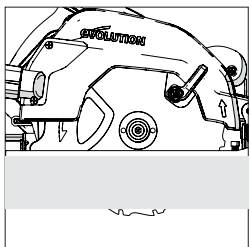

Abb. 12
- In den meisten Fällen sollte die Schnitttiefe als Dicke des zu schneidenden Materials plus die halbe Tiefe eines Sägezahns (Spitze des Sägezahns bis zum breitesten Teil) eingestellt werden. (**Abb. 12**)
(13) EINSTELLEN DES SCHNITTWINKELS (SCHRÄGE)